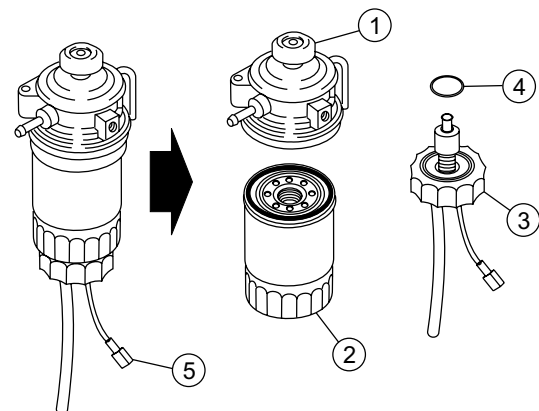

Abb. 15. Kraftstofffilter
- Den Kraftstofffilter (Abb. 15) alle 800 Betriebsstunden wechseln. Die genaue Vorgehensweise bitte dem Motorhandbuch entnehmen.